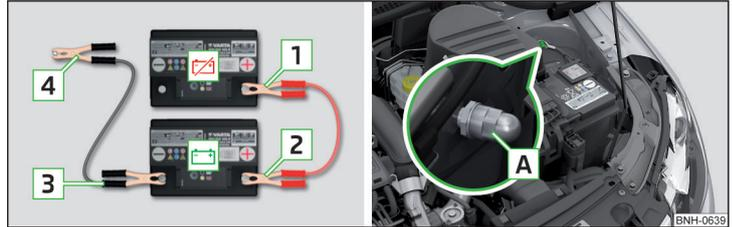

Abb. 171 Starthilfe: ☒ - entladene Batterie, ☒ - stromgebende Batterie / Massepunkt des Motors beim START-STOPP-System
- Bei Fahrzeugen mit dem START-STOPP-System die Klemme **4** am Massepunkt des Motors **A** befestigen » Abb. 171.